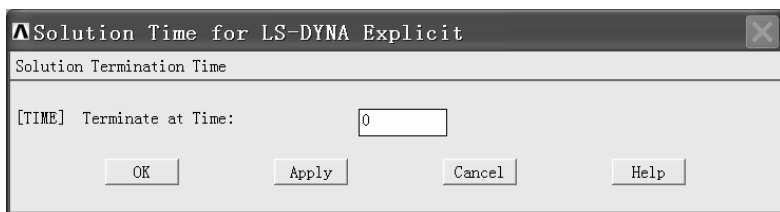

图 4-52 “Solution Time for LS-DYNA Explicit”窗口
(1) 依次选择 Main Menu>Preprocessor>Solution>Time Controls>Solution Time，弹出“Solution Time for LS-DYNA Explicit”窗口（见图 4-52）。